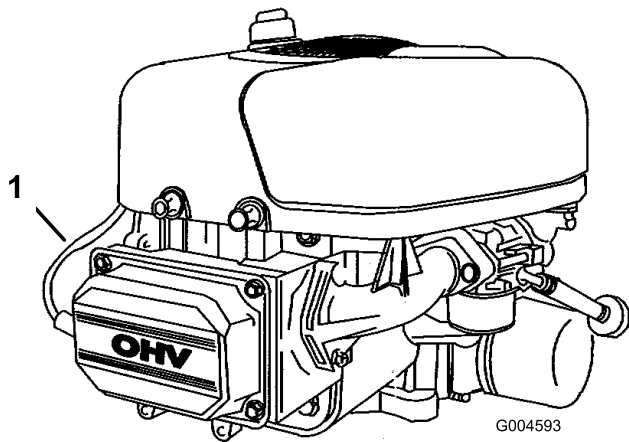

Bild 25
7. Klemmen Sie das Zündkabel von der Zündkerze ab (Bild 25).
3. Schließen Sie den Zündkerzenstecker an die Zündkerze an (Bild 25).